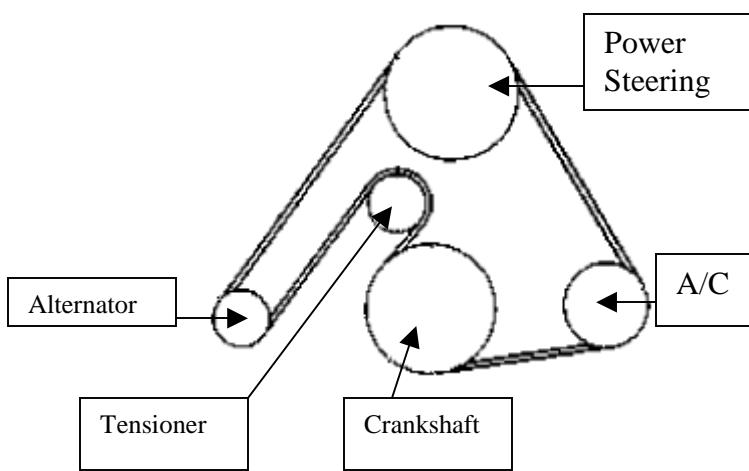

Figure 1
3. Take note of the under hood belt routing diagram. If missing, refer to figure 1 or draw a simple sketch.
7. Install the new tensioner onto the engine. Tighten lower (2) tensioner mounting bolts to **25 Nm/ 34 ftlbs**, and the upper bolt to **50Nm/ 67 ftlbs**.
8. Install serpentine belt by rotating the tensioner clockwise direction and then slipping the belt around each pulley, as shown in the under hood belt routing diagram or figure 1. Slowly move the tensioner in the clockwise (down) direction until you can remove the installation pin, located at the bottom of the spring area. Once the installation pin is removed, slowly allow the tensioner to rotate in the (up) direction until the belt is tensioned.
8. Installez la courroie multifonction en tournant le tendeur dans le sens horaire, puis en glissant la courroie autour de chaque poulie, tel qu'indiqué dans le diagramme d'acheminement de la courroie sous le capot ou dans la figure 1. Laissez le tendeur bouger lentement dans le sens horaire (vers le bas) jusqu'à ce que vous puissiez retirer la tige d'installation, située dans la partie inférieure de la zone du ressort. Une fois la tige d'installation retirée, laissez lentement le tendeur tourner vers le haut jusqu'à ce que la courroie soit tendue.